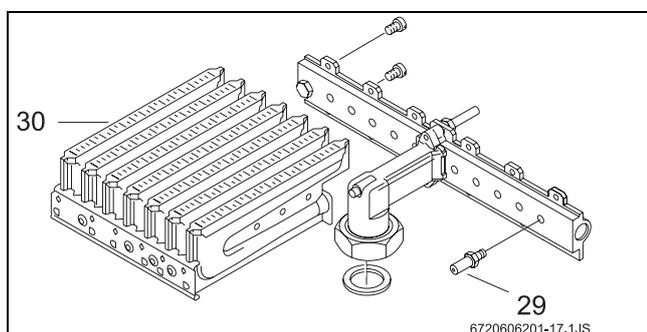

Fig. 13
- ▶ Smontare il bruciatore dalla rampa ugelli separandolo in due parti tramite le sue apposite viti (Fig. 13, pos. 30) e sostituire gli ugelli (Fig. 13, pos. 29)